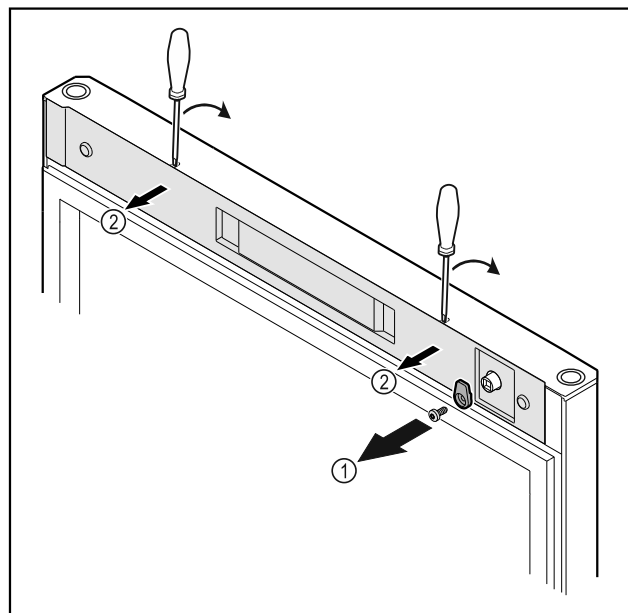

Fig. 9
- ▶ Ξεβιδώστε το άγκιστρο κλεισίματος Fig. 9 (1).
- ▶ Ξεκουμπώστε το κάλυμμα Fig. 9 (2) με ένα μικρό κατσαβίδι και αφαιρέστε το.